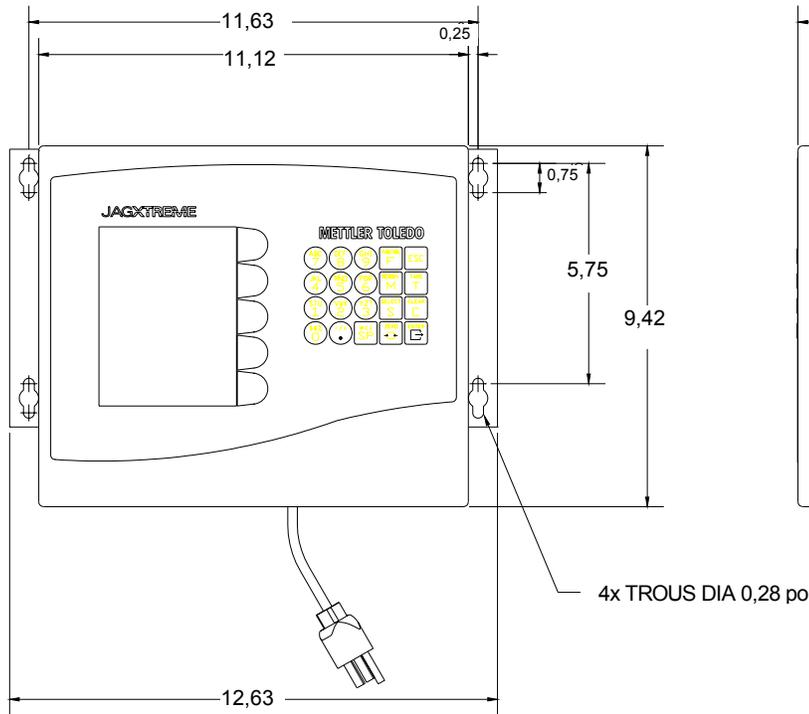

Figure 1
2. Monter les supports en utilisant les quatre vis hexagonales en acier inoxydable fournies avec l'appareil. Se reporter à la figure 1 en page suivante et noter les positions des supports. Les trous doivent dépasser l'enceinte et les languettes du support doivent être orientées vers l'avant selon l'illustration de la page suivante.